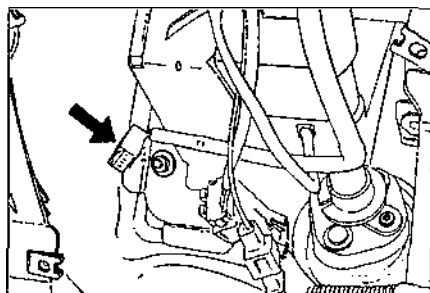

Рис. 6.27.
- отсоединить необходимые электропровода (рис. 6.27);